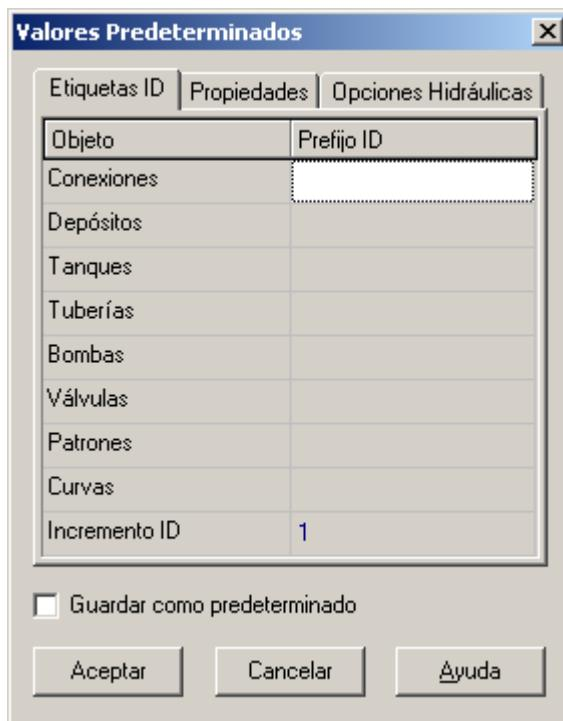

Figura 2.2. Valores predeterminados del Proyecto.
Lo primero que tenemos que hacer es crear un nuevo proyecto en EPANET y asegurarnos que las opciones predeterminadas están seleccionadas. Para empezar, arranca EPANET, si ya lo has hecho selecciona **Fichero >> Nuevo** (File >> New) de la barra de comandos para crear un nuevo proyecto. Después selecciona **Proyecto >> Predeterminado** (Project >> Defaults) para abrir el cuadro de diálogo de la Figura 2.2. Utilizaremos éste cuadro de diálogo para hacer que EPANET asigne automáticamente las etiquetas de identificación (ID) a los nuevos objetos utilizando una numeración consecutiva